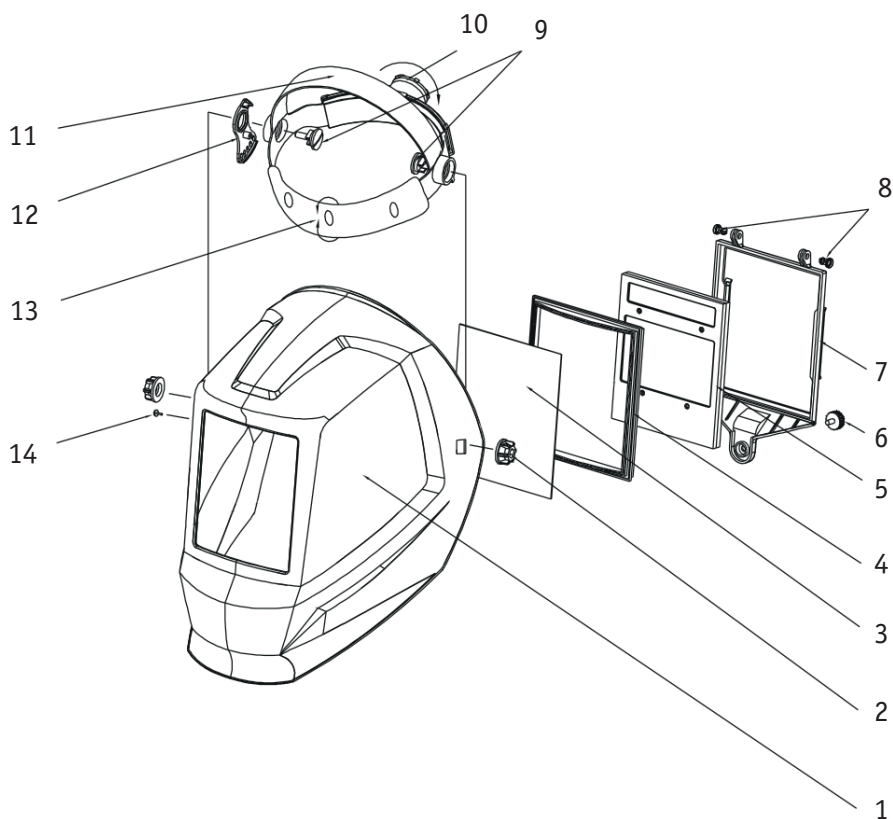

Рис. 5.1. Внешний вид
На **рис. 5.1** показан внешний вид сварочной маски.
Корпус маски поставляется в сборе со светофильтром. Соедините наголовник и корпус маски с помощью фиксаторов и гаек (см. рис. 5.1).
- **Горизонтальная регулировка обхвата головы:** нажмите на регулятор п.10 (см. рис. 5.1) и поворачивайте рукоять по часовой стрелке, чтобы уменьшить размер наголовника, и против часовой – чтобы увеличить. Маска должна плотно сидеть на голове.
- **Вертикальная регулировка системы крепления:** уменьшая или увеличивая размер ремня п. 11 (см. рис. 5.1), отрегулируйте размер наголовника так, чтобы
• **Регулировка наклона маски:** отрегулируйте затяжку винтов и положение фиксатора сегментной регулировки п. 12 (см. рис. 5.1) для удобного угла обзора.